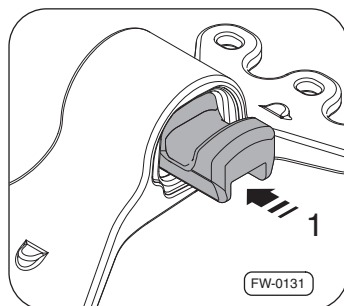

Fig. 42 · Installer les garnitures de paliers
1. Emmâcher latéralement de nouveaux silent-blocs ⇒ Fig. 42 dans les ouvertures des sabots d'appui – flèche 1 –, en veillant à les positionner correctement.